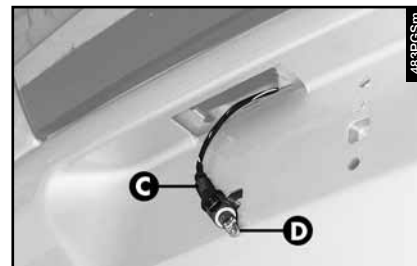

fig. 62
- Extraer el portalámparas (**C-fig. 62**) haciéndolo girar ligeramente y sustituir la lámpara (**D**) introducida a presión.
- Volver a montar el portalámparas (**C-fig. 62**) y el grupo completo (**B-fig. 61**).